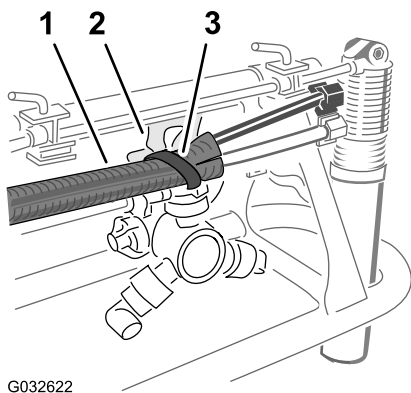

Figura 25
5. Prenda o conjunto dos tubos ao orifício no suporte do bico com uma braçadeira de cabos como se mostra na Figura 25.